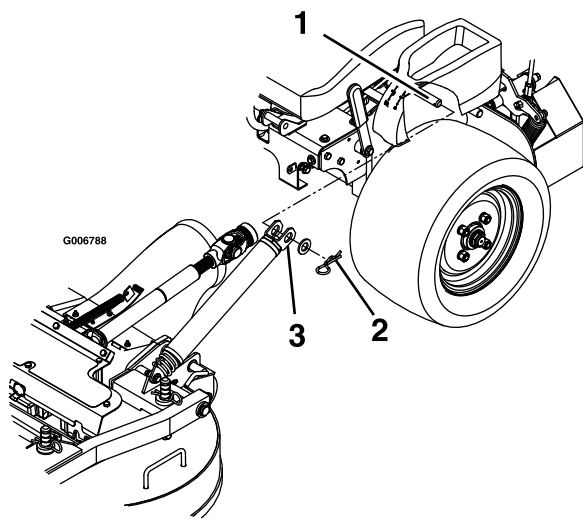

Figura 77
- Rimuovete coppiglia e rondelle sopra la molla di sollevamento piatto su ogni lato della macchina (Figura 77).
10. Installate le molle sui perni di fissaggio molla sotto le console destra e sinistra e fissate con una rondella e la coppiglia (Figura 77).